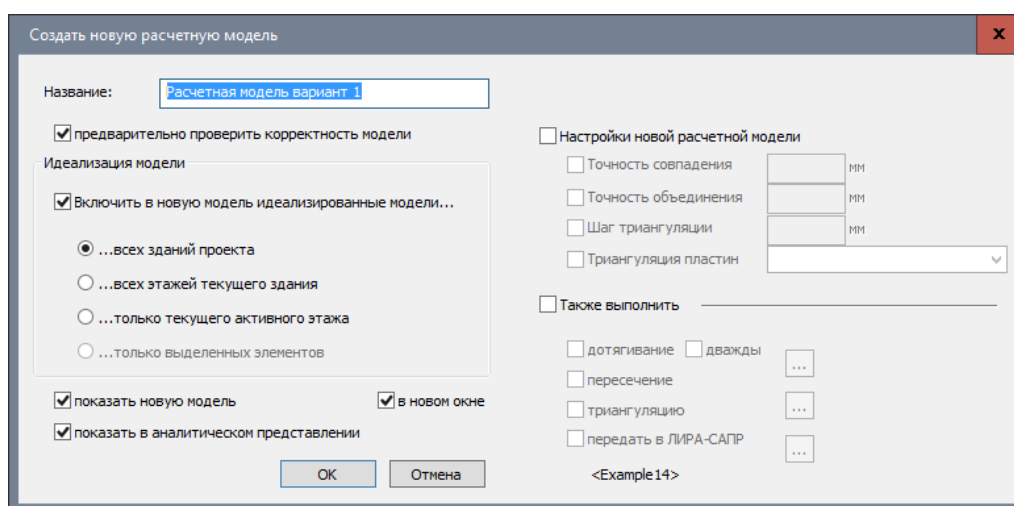

Рис.14.30. Диалоговое окно Создать новую расчетную модель
- Вызовите диалоговое окно **Создать новую расчетную модель** (рис.14.30) щелчком по кнопке  - **Расчетная модель** на вкладке **Аналитика**.